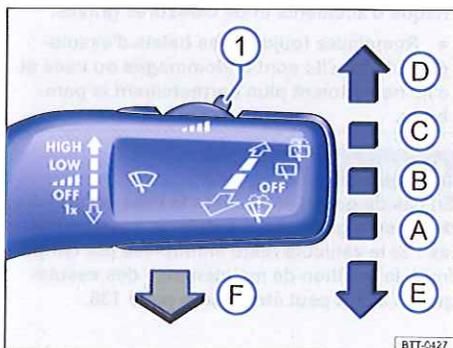

Fig. 87 À côté du volant : levier d'essuie-glaces pour la commande des essuie-glaces avant.
- Poussez brièvement le levier d'essuie-glace vers le bas \Rightarrow fig. 87 (E) : les essuie-glaces se déplacent en position de maintenance.